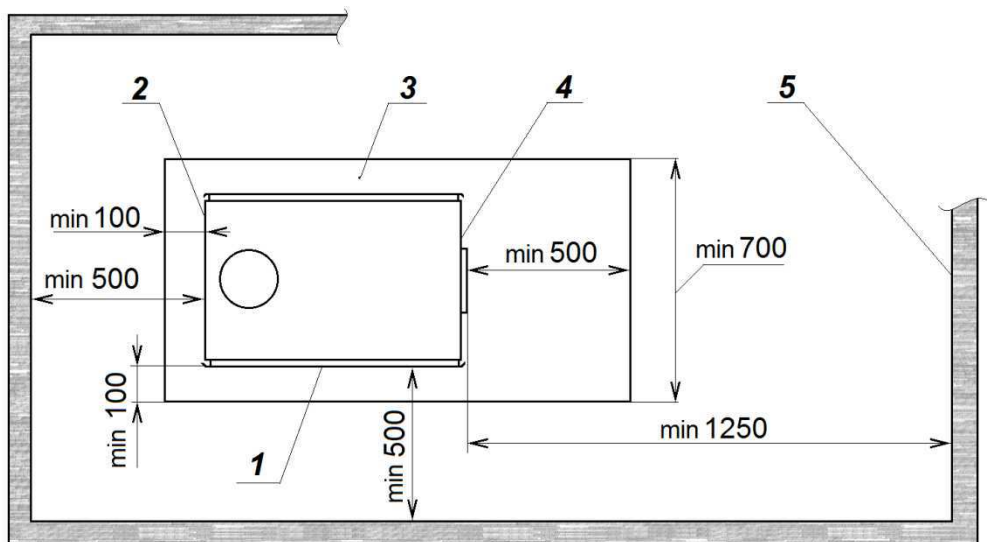

Рисунок 2. Установка печи в помещении:
4.3. Пол под печью должен быть выполнен из несгораемого материала. При установке на сгораемые конструкции здания, печь должна быть установлена на металлический лист толщиной не менее 1мм с подкладкой из негорючего теплоизоляционного материала толщиной не менее 10мм (см. рис. 2). Перед печью, со стороны топочной дверцы, металлический лист должен выступать не менее чем на 500 мм, а ширина листа должна быть не менее 700 мм.
- 4.4. Печь устанавливается в помещении с соблюдением минимальных расстояний от стен и предметов из сгораемых материалов (см. рис. 2).